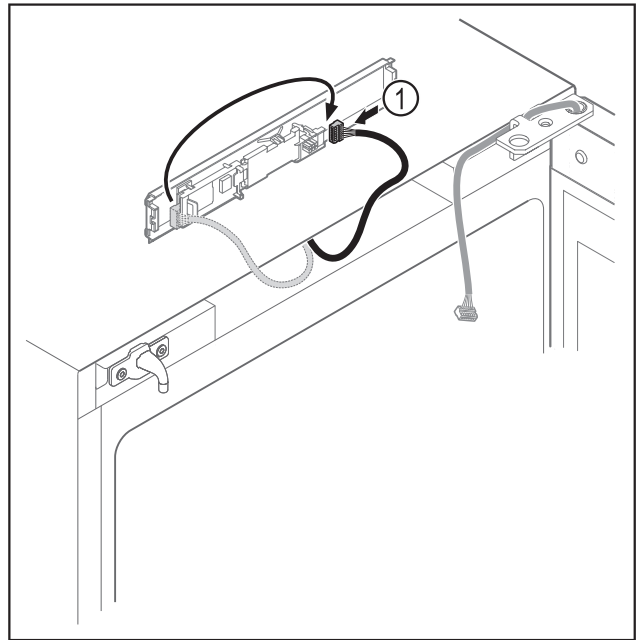

Fig. 16
- ▶ Преместете щекера Fig. 16 (1) на платката.